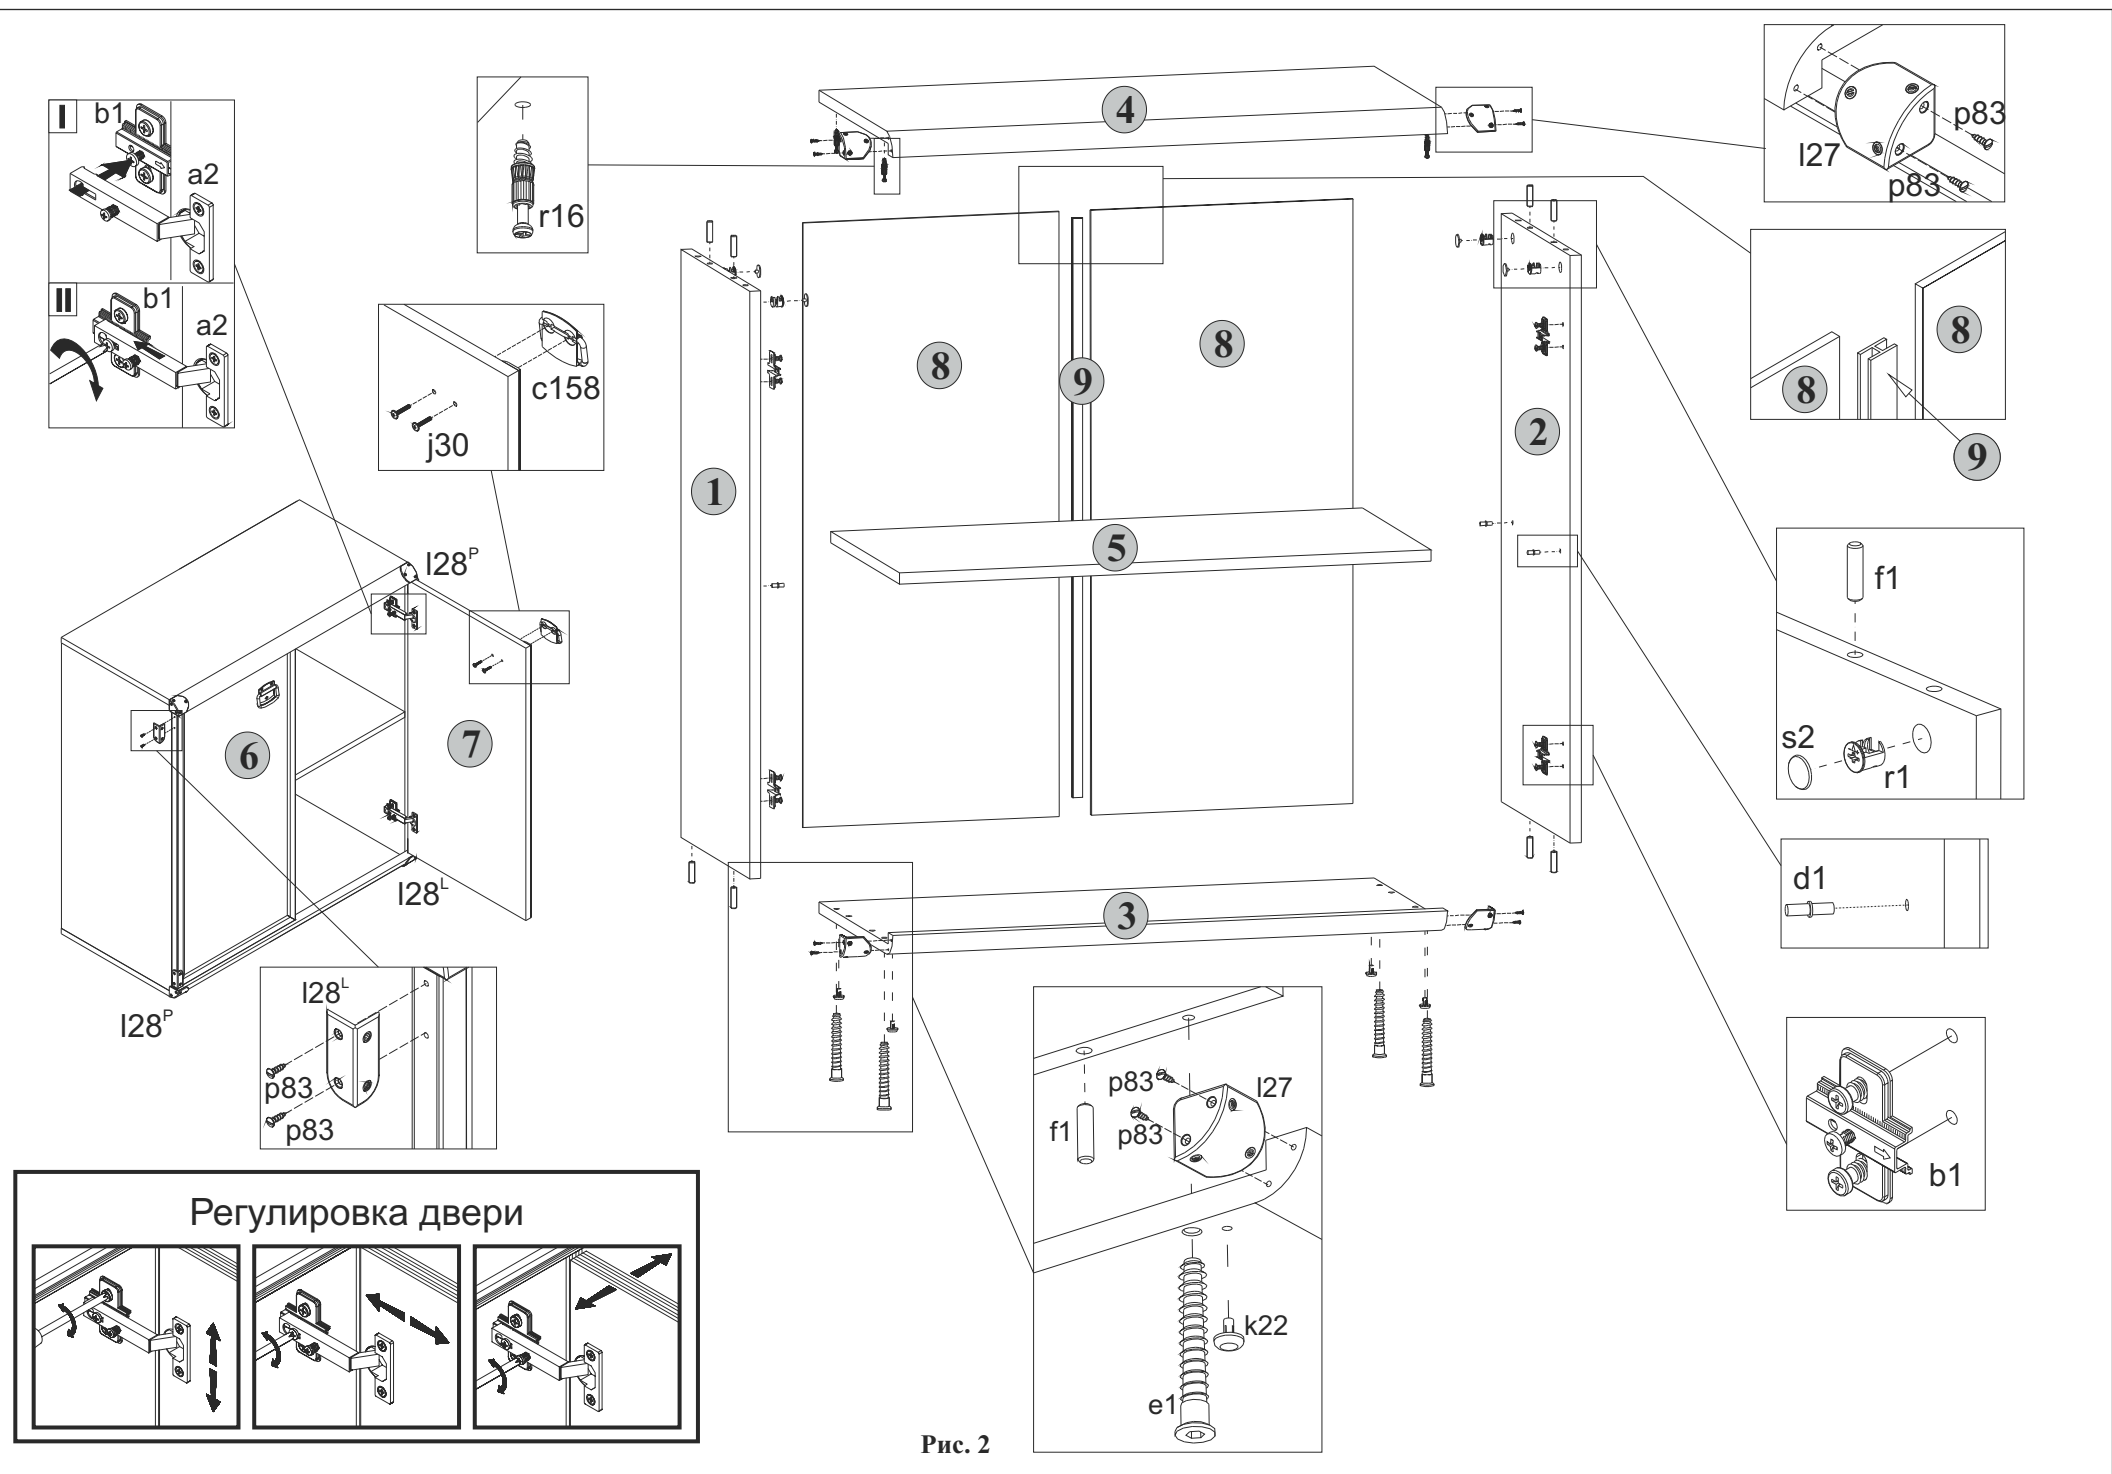

Рис. 2
5.9 К стенкам боковым **1 и 2** присоединить щит нижний **3** и стянуть еврошурупами **e1**, пользуясь специальным ключом **z1** из комплекта фурнитуры (**см.рис. 2**).
5.13 Положить двери **6 и 7** фасадной поверхностью вниз на ровную поверхность. Закрепить на дверях петли шарнирные **а2**, пользуясь крестообразной отверткой (**см.рис.2**).
5.14 Навесить двери на корпус тумбы, совместив петли шарнирные **а2** с направляющими петель **б1** (**см.рис.2**). При необходимости отрегулировать положение дверей вращая регулировочные винты, как показано на **рисунке 2**.
5.2 В отверстия диаметром **8 мм** на верхних и нижних кромках стенок боковых **1 и 2** вбить деревянные шканты **ф1** (**см.рис. 2**).
5.5 На внутренних поверхностях стенок боковых **1 и 2** в отверстия диаметром **15 мм** вставить стяжки эксцентриковые **г1** (**см.рис. 2**).
5.6 В отверстия диаметром **5 мм** на нижней поверхности щита верхнего **4** вкрутить винты стяжки **г16**, пользуясь крестообразной отверткой (**см.рис. 2**).
5.7 В отверстия диаметром **4,5 мм** на нижней поверхности щита нижнего **3** вставить опоры полимерные **к22** (подпятники) (**см.рис. 2**).